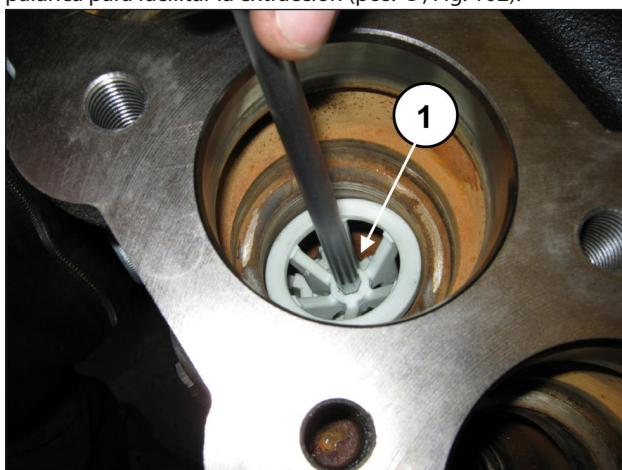

Fig. 102
Extraer el distanciador de la guía de la válvula introduciendo una llave hexagonal de 8 mm en el alojamiento y haciendo palanca para facilitar la extracción (pos. ①, Fig. 102).